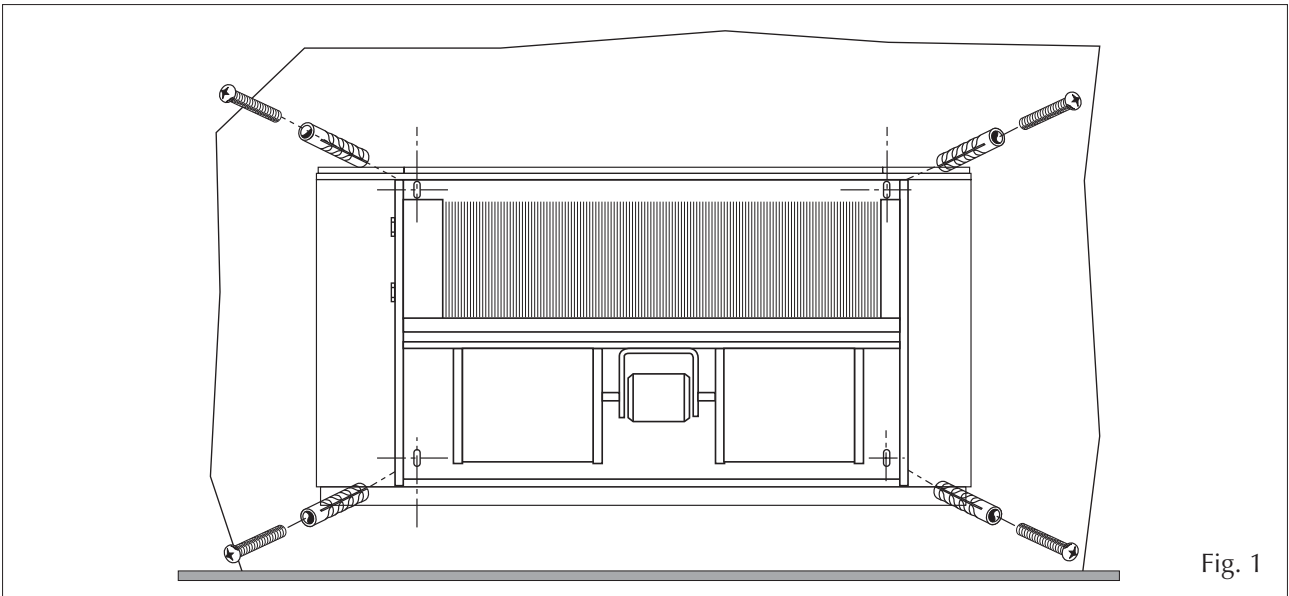

Fig. 1
b) Use expansion plugs (not supplied) to secure the unit to the wall, as shown in figure 1.
b) Pour la fixation au mur utiliser des chevilles à expansion (non livrées) comme indiqué sur le Fig. 1.